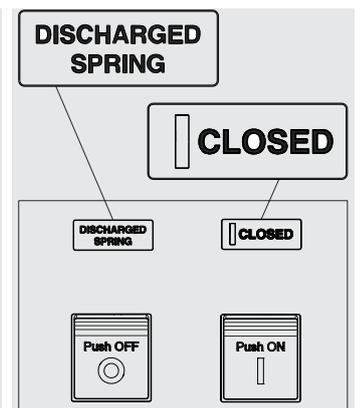

Abbildung 51
- Leistungsschalter ein mit entspannten Federn (siehe Abbildung 51).